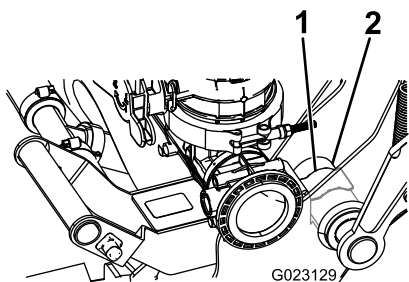

Figura 18
- Empuje hasta que la abrazadera se enganche en el buje, según se muestra en Figura 18.